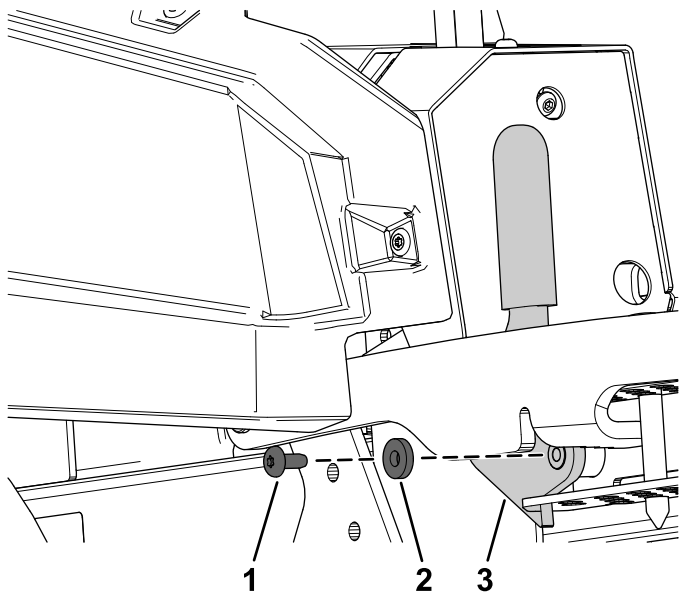

Figure 26
3. Retirez le boulon, la rondelle et le verrou de transport (Figure 26).